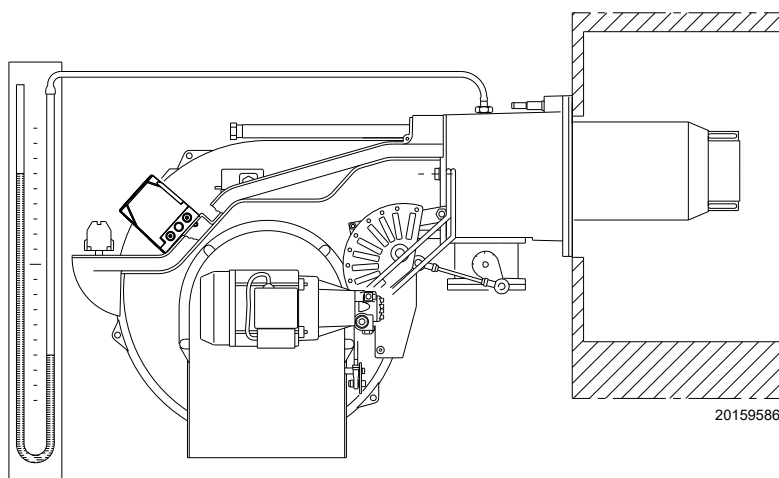

Fig. 33
- Monter un manomètre en U ou un manomètre de type différentiel (Fig. 33), avec prise (+) sur la pression du gaz du manchon et (-) dans la chambre de combustion. Celui-ci servira à mesurer approximativement la puissance MAXI du brûleur à l'aide du Tab. K.
À titre d'orientation, on peut le trouver dans le Tab. K à la page 25, il suffit de lire la pression du gaz sur le manomètre en U, voir Fig. 33 à la page 30, et suivre les indications.